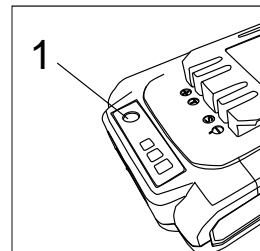

Рисунок 5. Индикатор емкости батареи.
Вы можете проверить состояние питания аккумулятора, нажав (1) кнопку отображения питания на задней панели аккумулятора. (Рис.5).